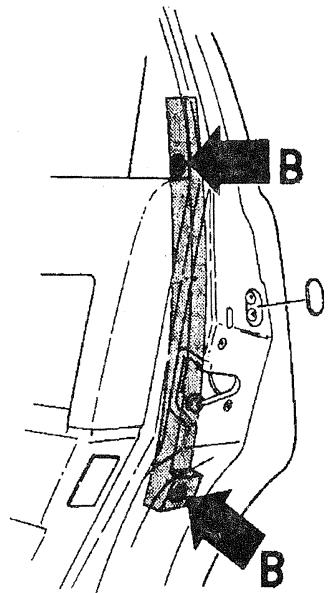

Рис.6.28. Направляющая шина.
36. Опустить стекло и удалить дверную панель. Освободить уплотняющую прокладку в задней части стекла и кабельный зажим в нижней части направляющей шины. Удалить ее (см.рис.6.28).